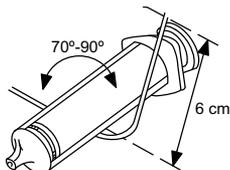

Figura 1. Curve el estilete
2. Seleccione un estilete según la función y la firmeza preferida. Si lo desea, curve suavemente el estilete con un instrumento estéril de superficie lisa (p. ej., el cilindro de una jeringa de 10 o 12 cc) (Figura 1 Curve el estilete en la página 14).